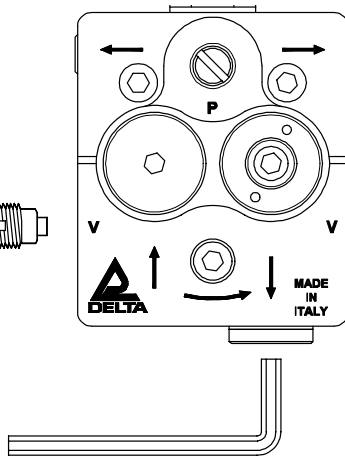

Fig. 1
- Entfernen Sie den 1/4" Stopfen vom Rücklaufanschluß mit einem 6 mm Innensechskantschlüssel (Fig. 1).
- Setzen Sie in den Rücklauf den 1/4" Stopfen und ziehen Sie ihn fest (Fig. 1).